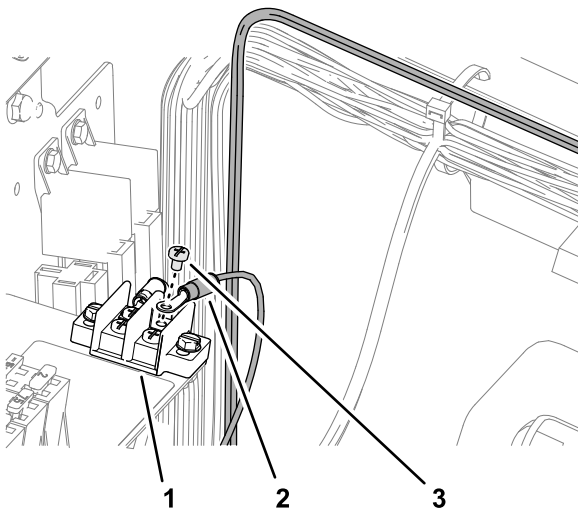

Figure 98
2. Enlevez une vis de borne du bornier de masse (Figure 98).
3. Fixez la cosse annulaire du faisceau du kit étiquetée GROUND au bornier de masse à l'aide de la vis de borne (Figure 98).